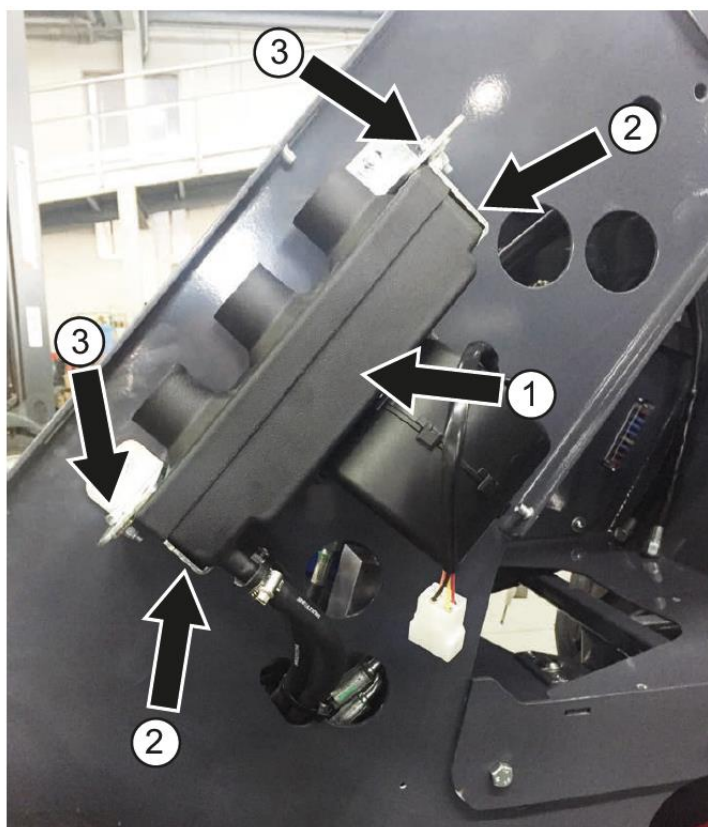

РИС.3
Закрепите блок вентилятора отопителя (1) при помощи двух кронштейнов (2), зафиксированных при помощи двух болтов М6х20, шайб и гаек (3) как это показано на РИС. 3